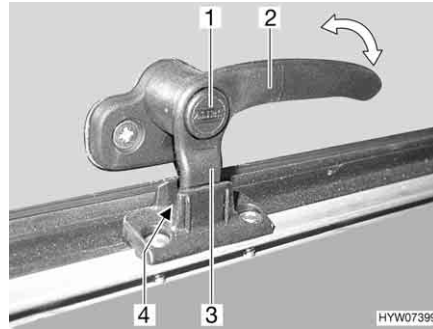
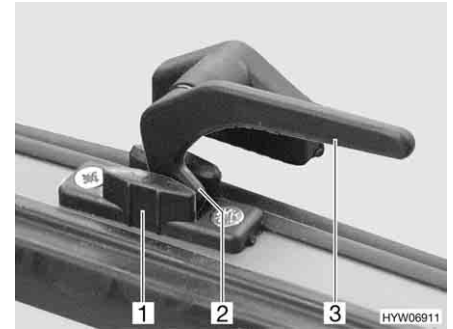

Fig. 76 Palanca de bloqueo con botón de seguridad en la posición de "ventilación continua"
Fig. 77 Palanca de bloqueo en la posición de "ventilación continua"
- En la posición "ventilación continua" (Fig. 76 y Fig. 77)
- Si existe, pulsar el botón de seguridad (Fig. 76,1) y mantenerlo pulsado.
- Girar la palanca de bloqueo (Fig. 76,2 ó Fig. 77,3) un cuarto de vuelta hacia la mitad de la ventana.
- Girar de nuevo hacia atrás la palanca de bloqueo. El saliente de bloqueo (Fig. 76,3 ó Fig. 77,2) de la palanca de bloqueo se ha de introducir para ello en el rebaje del bloqueo de la ventana (Fig. 76,4 ó Fig. 77,1).
- Si existe, soltar el botón de seguridad (Fig. 76,1).